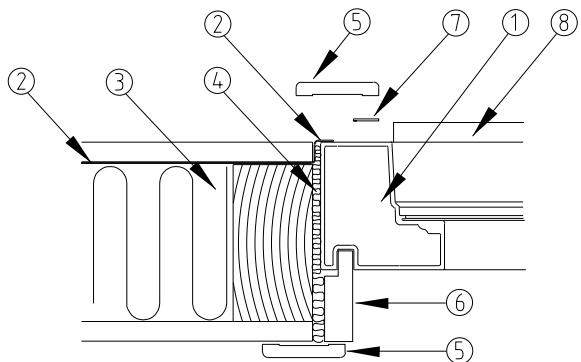

Fig 3
2. Dersom selvbyggerrøm: påse at fuktsperre fra vegg overlapper karm. **Se fig 3, pkt. 2.**
8. Monter lister på varm side (utenfor kjølerom) **dersom døren ikke skal bekles med møbelfront.** **Se fig 3, pkt. 5.** Bruk medfølgende tosidig tape for å feste trelistene på PVC-karmen. Stift i ytterkant av listene til vegg.
9. Monter foringer rundt dør innvendig i kjølerom. **Se fig 3, pkt. 6.**
10. Mellomrom mellom karm og vegg fylles med isolasjonsmateriale. **Se fig 3, pkt. 4.**